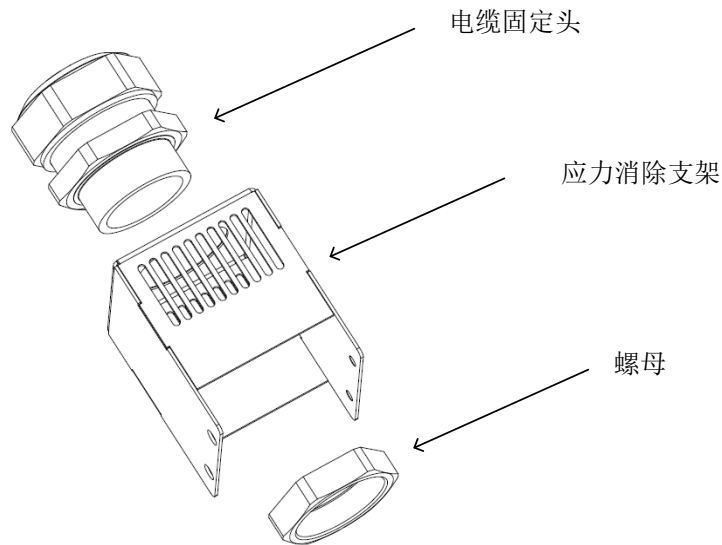
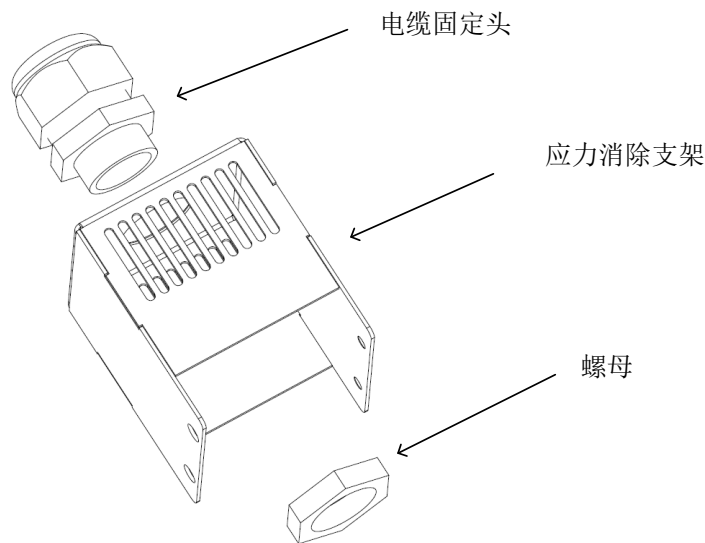

图 4-31: 将塑料螺母安装到三相 200 应力消除支架
图 4-32: 将塑料螺母安装到三相 400/480 应力消除支架
2. 将电缆固定头插入应力消除支架组件中。对于三相 208，请参见图 4-31。对于三相 400/480，请参见图 4-32。